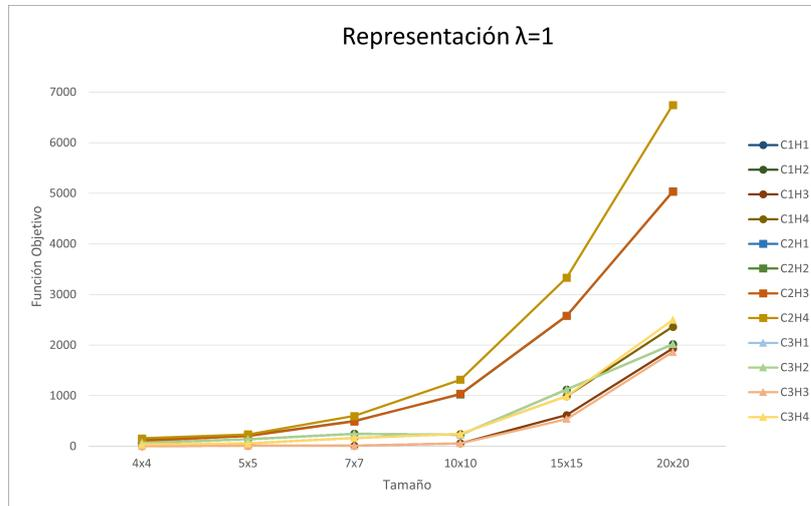

Figura 4.41 Representación General $\lambda = 1$ (Elaboración propia).
- $\lambda = 1$ → Es el caso en el que únicamente se tiene en cuenta el valor del Core Idle Time, y tal y como se puede apreciar en la Figura 4.41, las mejores soluciones las proporcionan C1H3 o C3H3.